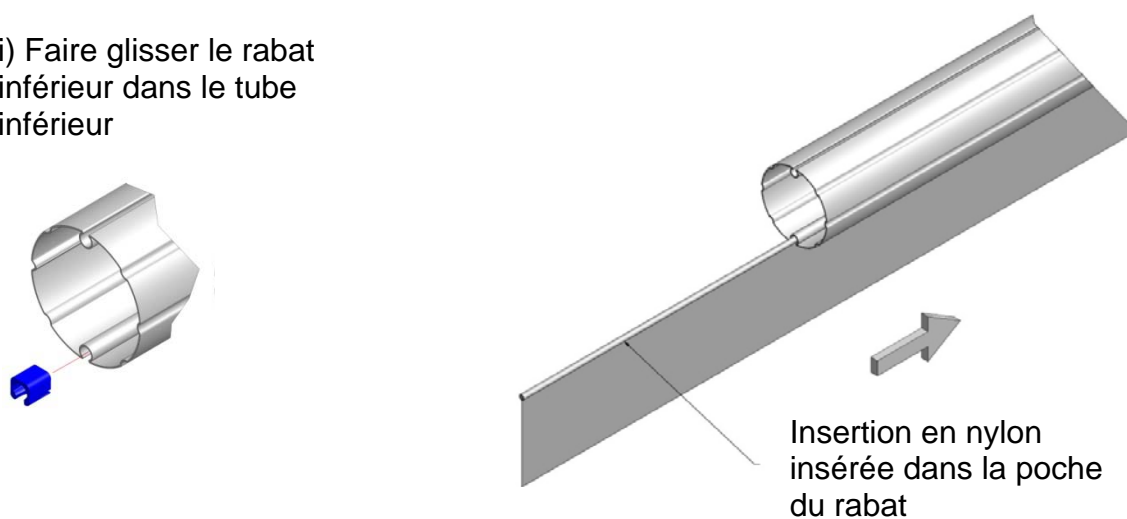

Figure 13, Rabat attaché au tube inférieur
12. Faites glisser l'insert en nylon (L1) dans la poche du rabat (C1) et faites glisser le rabat dans la cannelure inférieure, fixez chaque extrémité à l'aide des inserts de blocage (N1), figure 13.